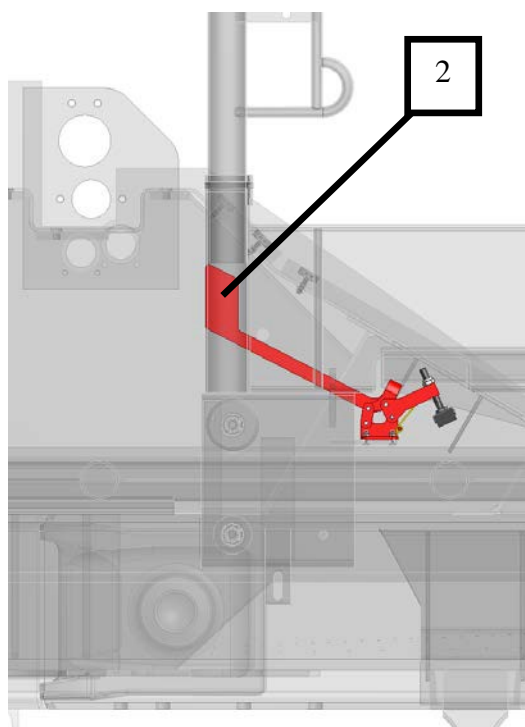

Abb. 6 Planenbremse in geöffneter Stellung
Zum Öffnen der Planenbremse muss der Hebel (2) in die geöffnete Position wie in Abb. 6 gebracht werden.